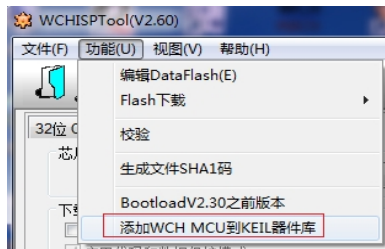
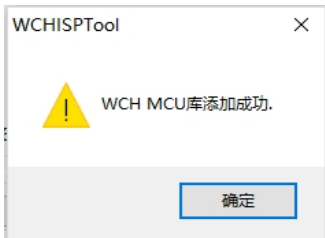

图 3.2.1
图 3.2.2
(1)、打开 WCHISPTool (V2.6 及以上版本)，选择功能添加 WCH MCU 到 KEIL 器件库。如图 3.2.1 所示。此时软件会提示 “WCH MCU 库添加成功” 即可（如图 3.2.2）。